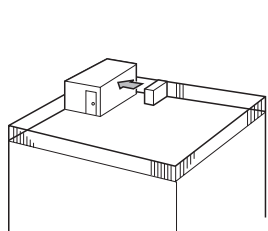

Fig. 2-4
- ① Vend luftutløpet mot nærmeste tilgjengelig vegg, omtrent 500 mm unna vegg. (Fig. 2-4)